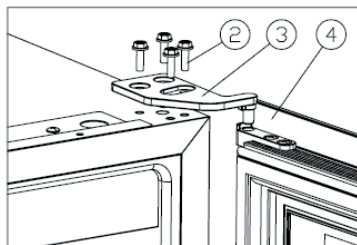

Ilustración 1
2. Suelte los 16 tornillos M5 (2), retire la bisagra superior derecha de la puerta y desmonte la puerta (véase ilustración 1).